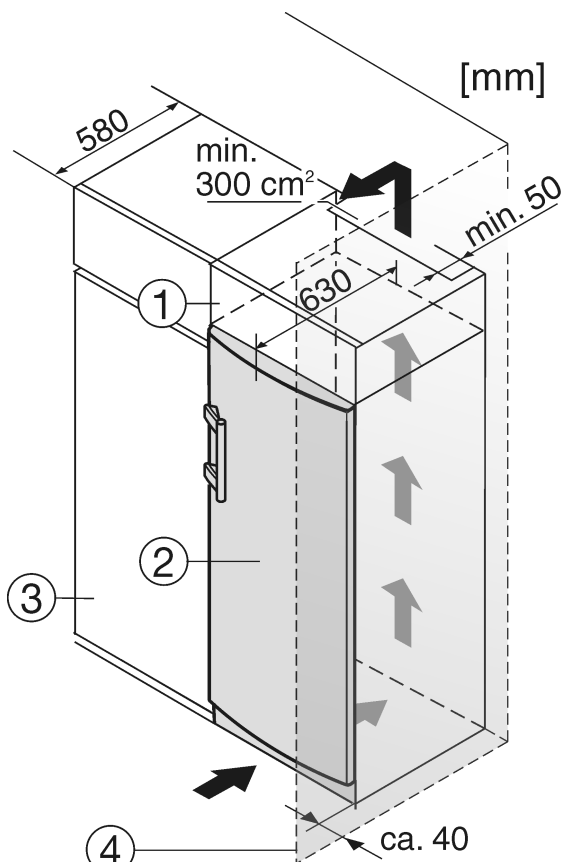

Fig. 8
- (1) Szafka nasadzana
- (2) Urządzenie
- (3) Szafka kuchenna
- (4) Ściana
W przypadku obudowania standardowymi szafkami kuchennymi (głębokość maks. 580 mm) urządzenie można ustawić bezpośrednio obok szafki kuchennej *Fig. 8 (3)*. Drzwi urządzenia wystają z boku o 34 mm i na środku urządzenia o 50 mm w stosunku do frontu szafek kuchennych. Dzięki temu można je bez problemu otwierać i zamykać.
Jeżeli urządzenie będzie ustawiane z zawiasami do ściany *Fig. 8 (4)*, to pomiędzy urządzeniem i ścianą należy zachować minimalny odstęp, wynoszący 40 mm. Na taką odległość wystaje klamka przy otwartych drzwiach.